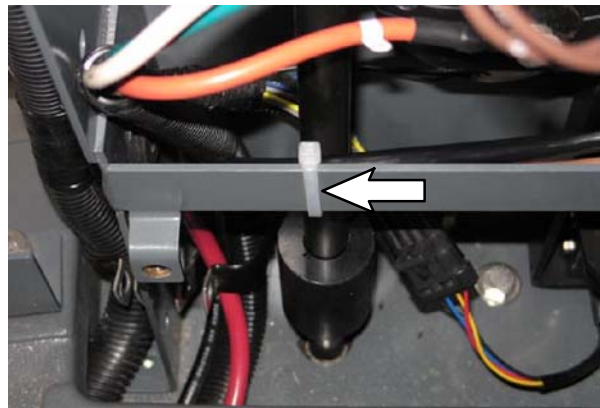

FIG. 51
30. Tournez le volant de façon à ce que la roue soit à nouveau orientée vers l'avant (Fig. 51)